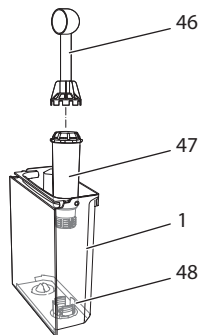

Fig. 25: På- og afskruing af vandfilter
- Fjern vandfilteret, når maskinen opfordrer hertil (se Fig. 25, side 245).